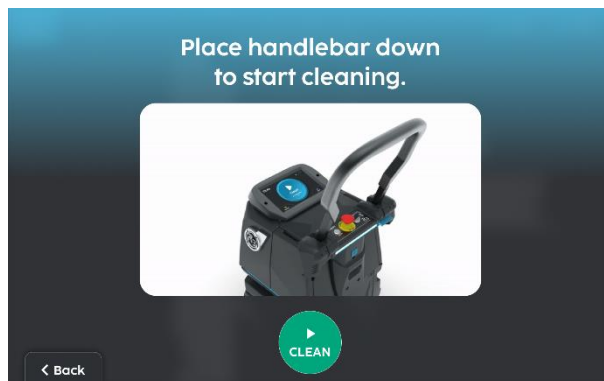

Fig. 8
7. Abaissez la poignée pour commencer le nettoyage (Fig 8).